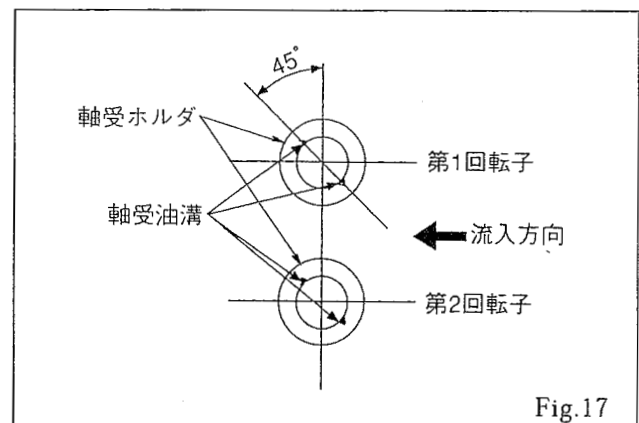
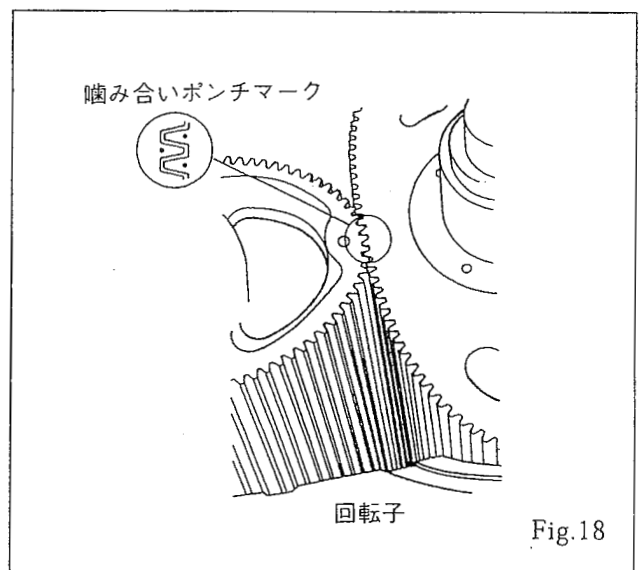

Fig.17
Fig.18
- ① 後蓋側の軸受ホルダB (207) と盲蓋 (104) は回転子組込み前に取り付けてください。
b. 回転子軸受の油溝 (V溝) 方向はFig.17のように取り付けてください。
c. 軸受ホルダの回り止めねじ (213) に合わせて取り付けてください。
- ② オーバル回転子を組込む際には歯端面にある合マークを必ず合わせてください。(Fig.18)
- ③ 後蓋側のスラストリングを組込む際はグリースを附着させて組込んでください。
- ☞ (注記) スラストリングは必ず使用箇所の合マークに合わせてください。間違えますと内室と回転子のクリアランスがでないことがあります。(分解点検 (8) 注記)
- ④ 蓋用Oリング (106) に異常が無い点検してください。